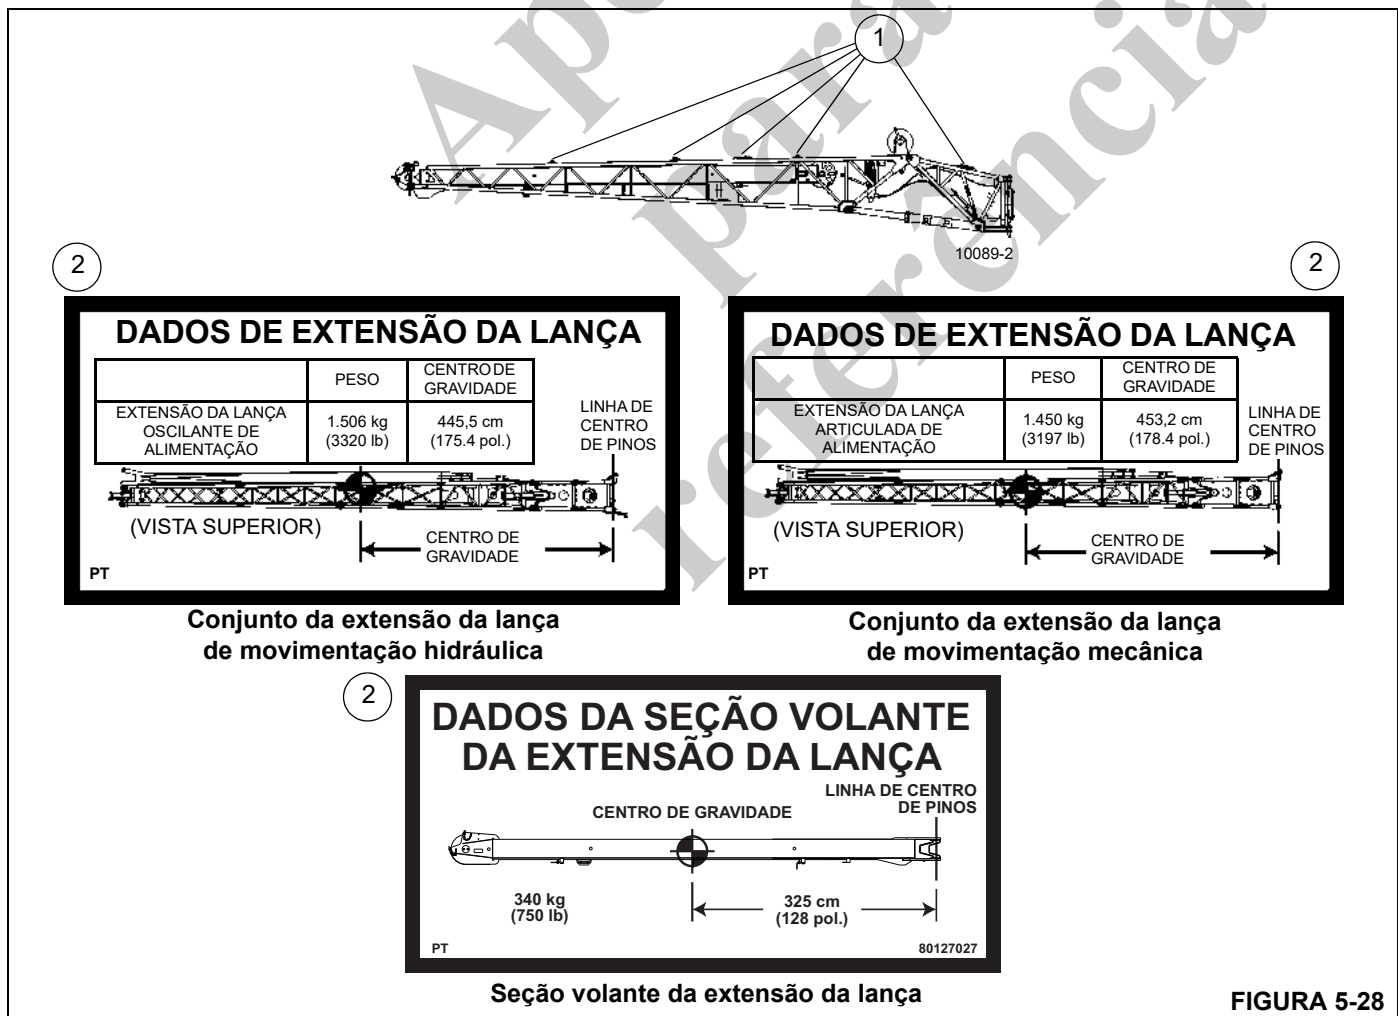

FIGURA 5-28
A seção da base da extensão da lança possui cinco pontos de fixação de cada lado (10 no total) (1, Figura 5-28). O adesivo de transporte e elevação (2) mostra as informações do centro de gravidade para o conjunto de extensão da lança e o peso da extensão da lança. Utilize o adesivo de Transporte e Elevação para determinar quais pontos de fixação utilizar.